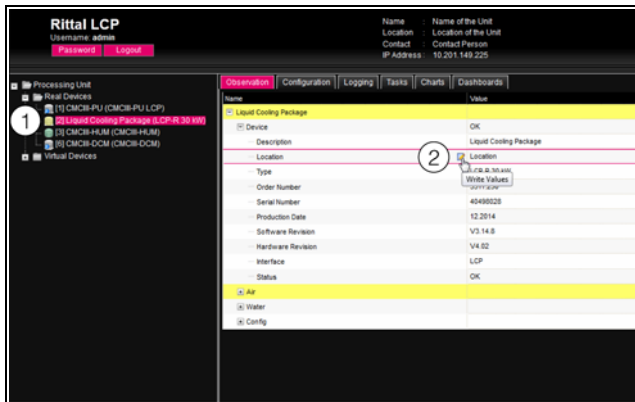

Рис. 98: Выбор отдельного параметра
- Разверните элементы "Liquid Cooling Package" и "Device" нажатием на символ "плюс" перед именем элемента (рис. 98, поз. 1).
- Подведите курсор мыши к концу первого столбца в строке "Location" (рис. 98, поз. 2). Появится символ "Edit" и курсор мыши примет форму "руки".